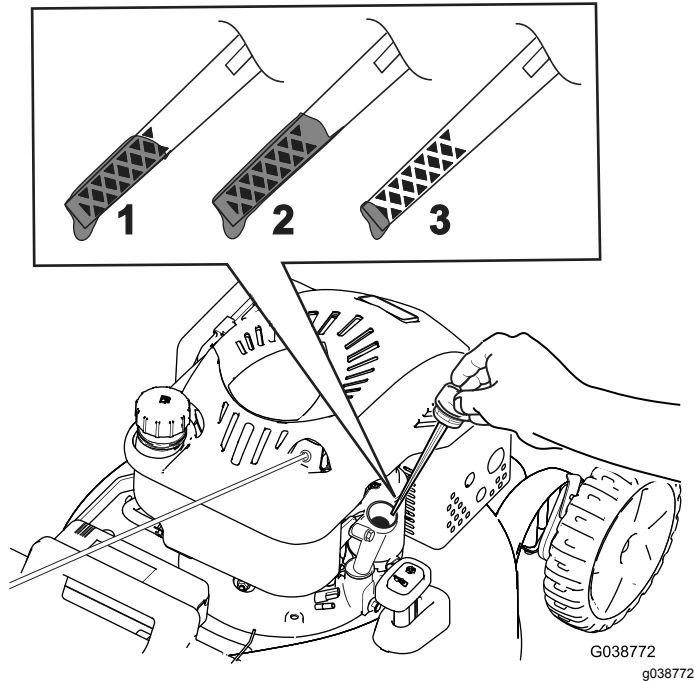

Figura 13
2. Girate il tappo in senso antiorario ed estraete l'asta di livello (Figura 13).